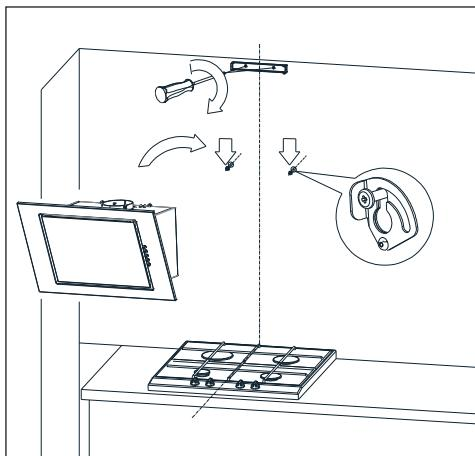

Abb. 6 Aufhängen der Haube
3. Schrauben Sie das Befestigungselement des Kaminkörpers fest und hängen Sie die Haube an den zwei herausragenden Schrauben auf (Abb. 6).